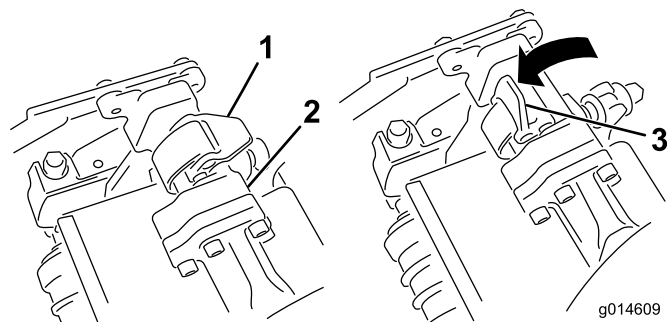

Figura 30
3. Con los enganches del brazo de suspensión orientados hacia arriba (es decir, abiertos) (Figura 30), empuje hacia abajo el brazo de suspensión de modo que la barra encaje en la barra situada en la parte superior de la unidad de corte (Figura 31).
- Presione los enganches hacia abajo alrededor de la barra de la unidad de corte y bloquéelas (Figura 30).
4. Abra los enganches de la barra del brazo de suspensión de la unidad de corte que está retirando (Figura 30).